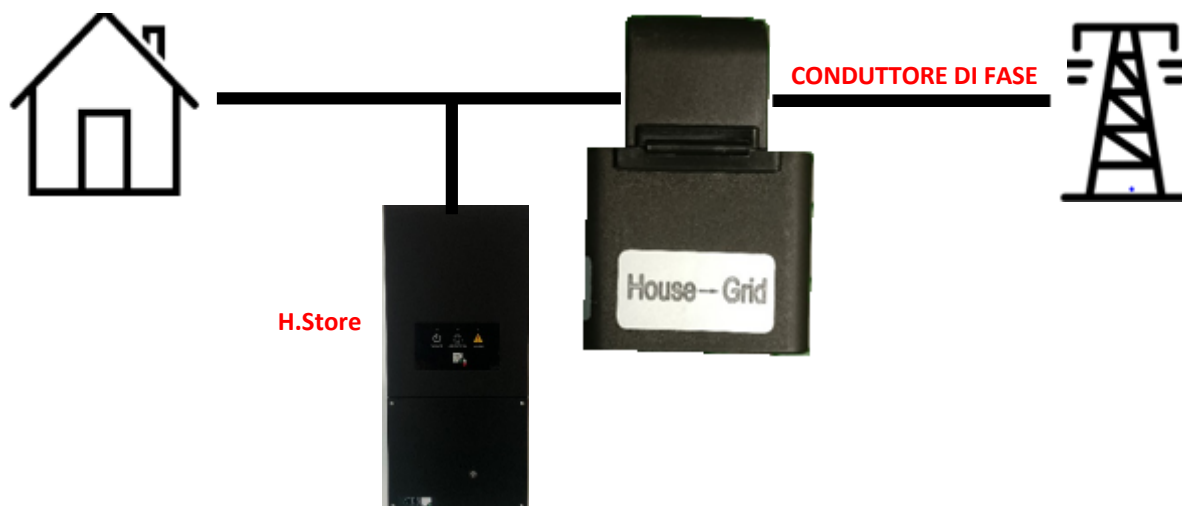

Figura 63 - CT: rispettare il verso di installazione
3. Verificare con un tester l’effettiva mancanza di alimentazione in loco e la mancanza di tensione ai capi dei cavi GRID (Figura 63).